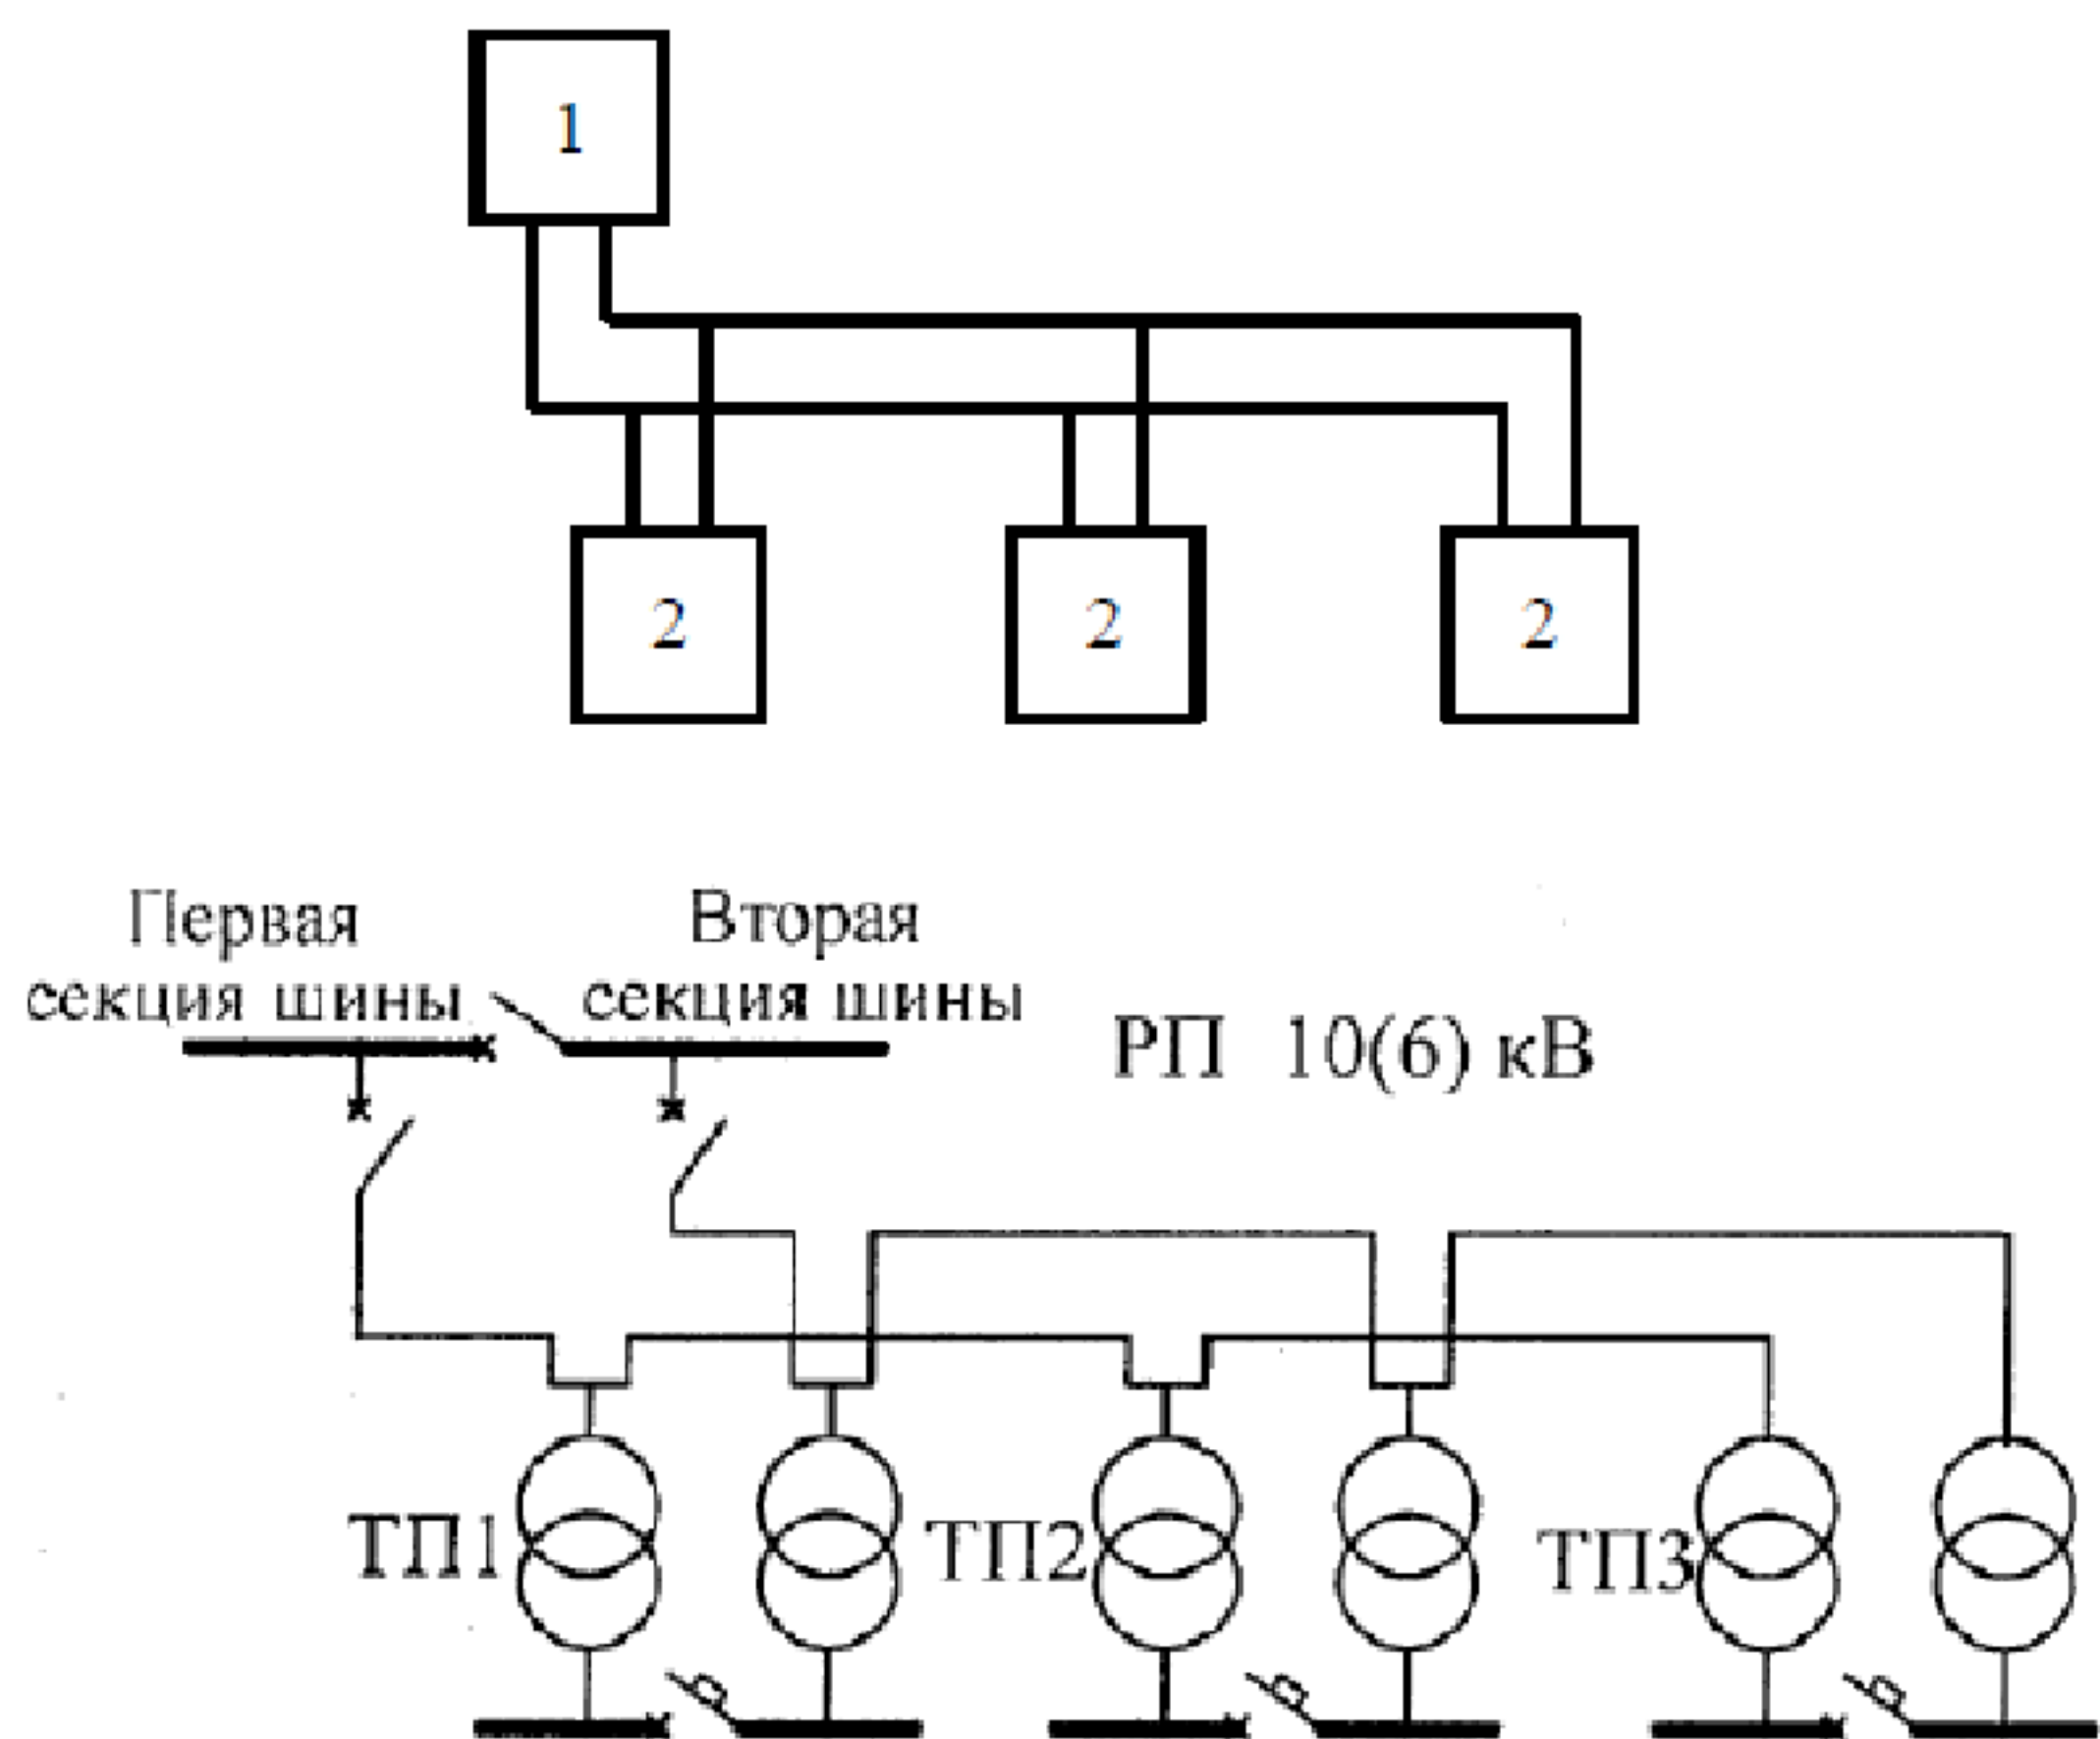

Рисунок 4 – Двойная магистраль с односторонним питанием
- двойная магистраль с односторонним питанием, когда к подстанциям идут двухцепные линии электропередачи (рисунок 4);